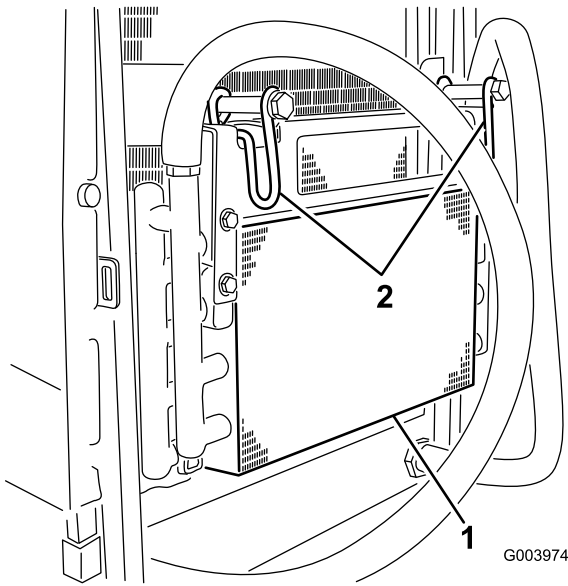

Figura 65
5. Gire los cierres hacia dentro para liberar el enfriador de aceite (Figura 65).